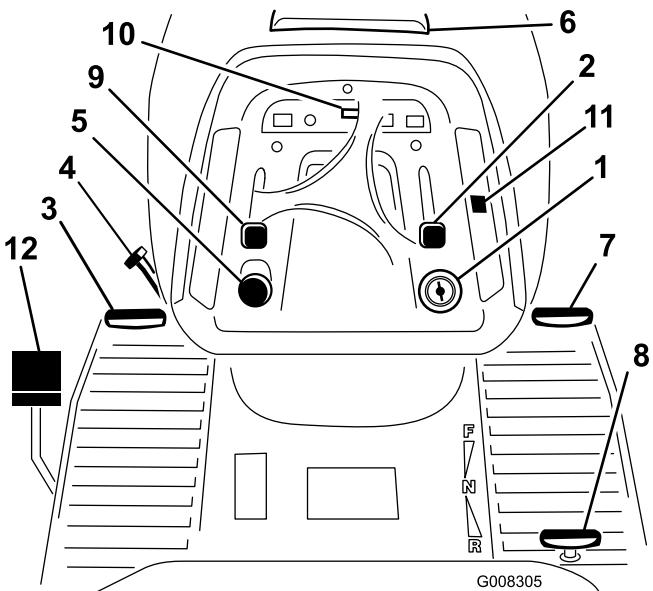

Figura 3
Familiarícese con los controles (Figura 3) antes de poner en marcha el motor y trabajar con la máquina.
1. Pise a fondo el pedal de freno (Figura 3) y manténgalo en esa posición.
2. Gire la palanca del freno de estacionamiento (Figura 3) en sentido contrario a las agujas del reloj y levante poco a poco el pie del pedal de freno.
1. Pise el pedal del freno (Figura 3).
2. Ponga el interruptor de control de crucero en Conectado (Figura 3).
El contador de horas está situado en el panel de instrumentos (Figura 3) y muestra el número total de horas de operación de la máquina.